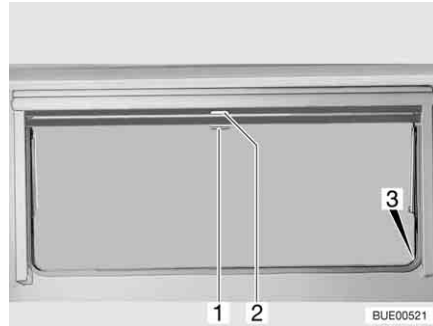

Fig. 81 Janela de projetar
- Puxe para baixo o estore opaco no manípulo (Fig. 81,2). Quando o estore opaco está completamente fechado, prenda-o de ambos os lados no fixador (Fig. 81,3) na moldura da janela.
- Quando o estore opaco está completamente fechado: Empurre o manípulo (Fig. 81,2) para baixo, puxando-o ao mesmo tempo um pouco para dentro. Desprenda o estore opaco dos fixadores no lado esquerdo e no lado direito na moldura da janela.
- Quando o estore opaco se encontra em posição intermédia: Puxe o manípulo (Fig. 81,2) um pouco para baixo até o fixador ficar solto.
- Puxe para baixo a mosquiteira com o manípulo (Fig. 81,1) e pendure ambos os lados no fixador (Fig. 81,3) na moldura da janela.
- Empurre o manípulo (Fig. 81,1) para baixo, puxando-o ao mesmo tempo um pouco para dentro. Desprenda a mosquiteira dos fixadores no lado esquerdo e no lado direito na moldura da janela.